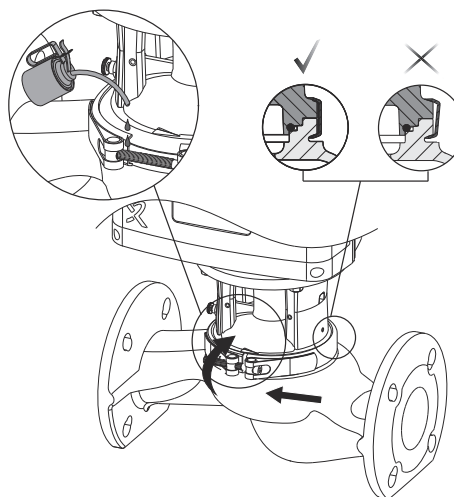

**Рис. 6** Расположение щелевого уплотнения
21. Установите хомут (92) на корпус насоса не затягивая его.
22. Убедитесь, что подвижная часть щелевого уплотнения располагается в неподвижной части. См. рис. 6.